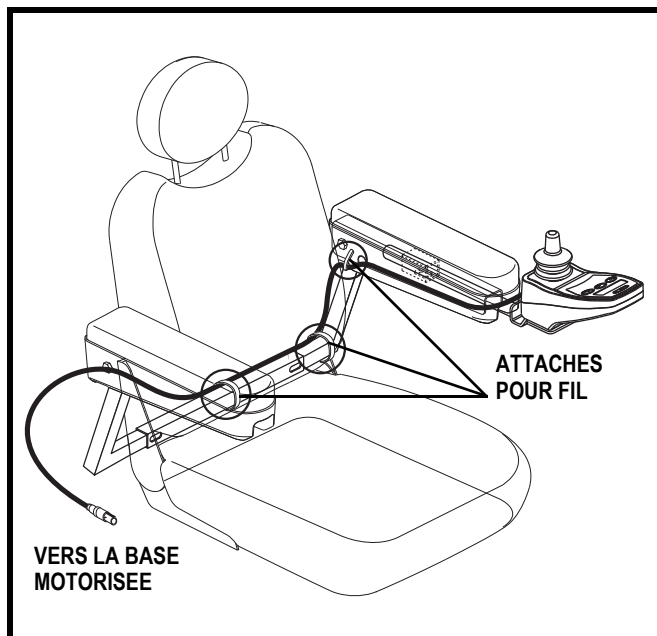

Figure 9. Câble sécurisé sur un siège Contour
6. Fixez le câble du contrôleur sous l'accoudoir avec des attaches pour fil. **Voir la figure 9.**